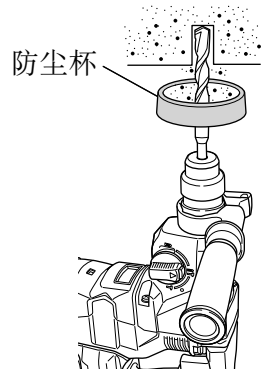
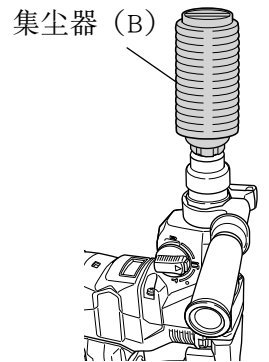

图 13
图 14
4. 安装集尘杯和集尘器 (B) (选购附件) (图 13、图 14)
请按照图 13 所示方法，将集尘杯装在钻头上使用。使用粗径钻头时，请用本电动锤钻将集尘杯的中心孔开大。
使用集尘器 (B) 时，请将集尘器 (B) 与夹卡上的槽对准后，将集尘器 (B) 从钻头的顶端插进去 (图 14)。